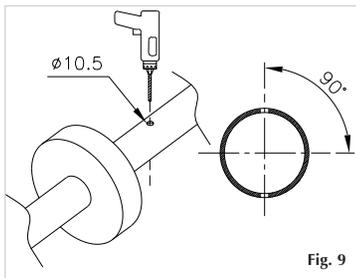

Fig. 9
- 1) Effect on the tube of the shutter a passing perforation Ø10 perpendicular to the axis. (see figure 9).
- 1) Effectuer sur l'arbre du rideau une perforation débouchant Ø10 perpendiculaire à l'axe (voir figure 9).